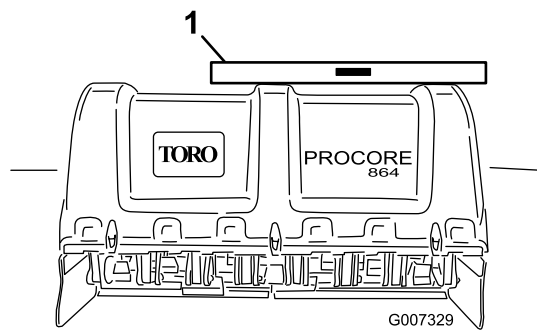

Рисунок 15
2. Для проверки выравнивания в поперечном направлении поместите уровень на раму машины (Рисунок 15).